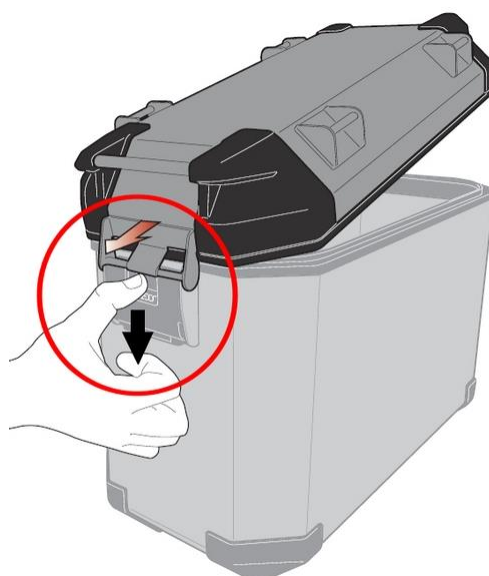

図 B1
2. 蓋に設けられたグリップバー（キーシリンダー側）をしっかりと持ち、ボトム側ヒンジロック解除レバーの PRESS 部を下に押し、その状態で蓋をヒンジ側真横方向に軽く押し出して、ヒンジ金具と蓋側ヒンジバーとの勘合を外します。（図 B1 参照）